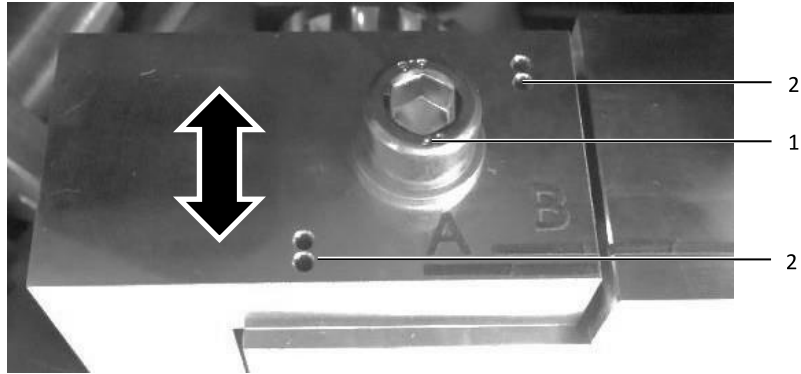

Abb. 12: Einstellung Öffnungskeil (eingestellt: B)
- Lösen Sie die Feststellschraube (Abb. 12, Pos. 1) so weit, dass sich die Einstellplatte etwas über die Fangstifte heben lässt.
- Bringen Sie die Einstellplatte in die gewünschte Position. Dabei muss ein Fangstiftpaar in die entsprechenden Öffnungen (Abb. 12, Pos. 2) passen.
- Ziehen Sie die Feststellschraube (Abb. 12, Pos. 1) wieder an.